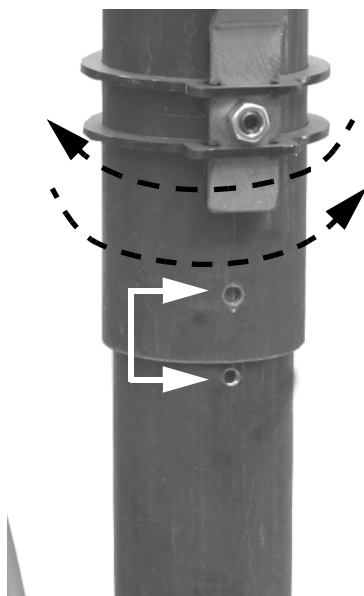
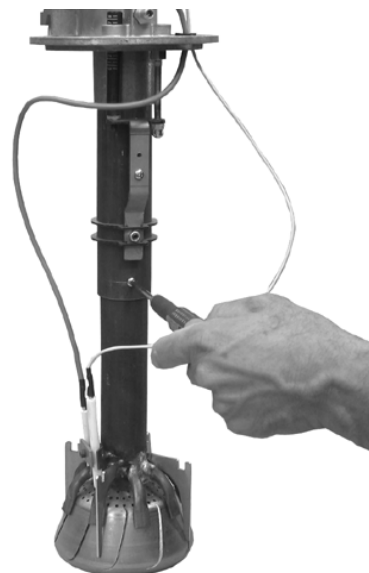

Рис. 19
Рис. 20
- 6 Установить патрубок на горелке, обращая внимание на обозначения, изображенные на Рис. 20.
- 2 Вытянуть конечную часть головки сгорания, вращая ее легкими движениями влево-вправо до тех пор, пока указанные отверстия (Рис. 19) не совпадут и закрепить ее винтом, указанным на Рис. 20.